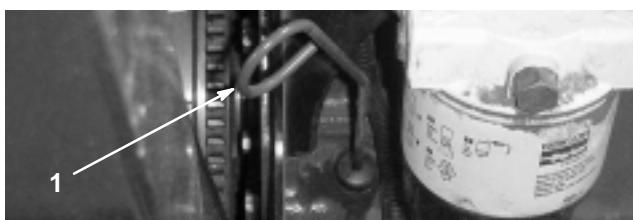

Figure 15
2. Retirez la jauge (Fig. 15) et essuyez-la sur un chiffon propre. Remettez la jauge dans le tube en vérifiant qu'elle est enfoncee au maximum. Sortez de nouveau la jauge et vérifiez le niveau d'huile. Si le niveau est bas, faites l'appoint pour amener le niveau au repère du plein (Full) sur la jauge.